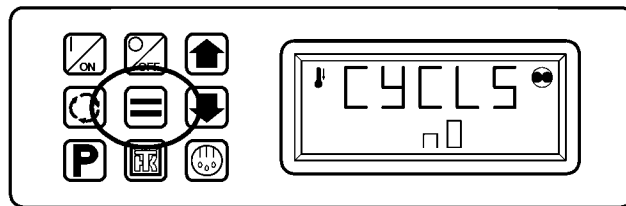

Figura 168: Presione la tecla Intro
3. Una vez que se muestre la selección deseada, presione la tecla Intro (Figura 168) para cargar el ajuste de configuración. La pantalla mostrará brevemente el mensaje [Carg] y, luego, la nueva selección aparecerá en la pantalla durante unos segundos.